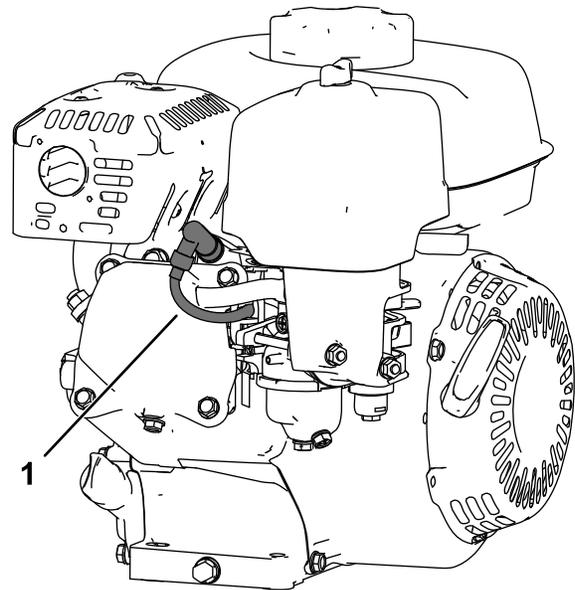

Bild 29
5. Ziehen Sie den Kerzenstecker ab (Bild 29).